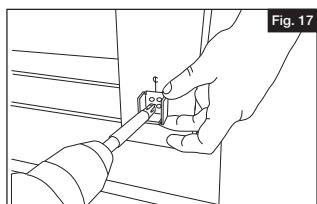

Fig. 17
- Faites une marque d'intersection représentant la ligne centrale souhaitée de votre panneau de rail installé. Mettez le support en place en le centrant sur la surface de montage à l'aide de la ligne tracée précédemment. Fixez à l'aide de 2 attaches adaptées au matériau sur lequel vous installez le support (Fig. 17).